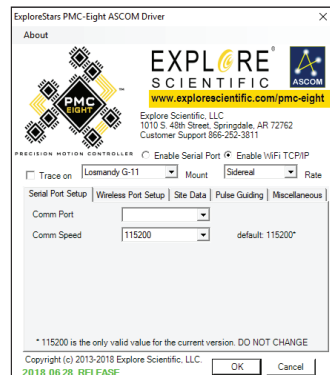

Fig. 2: PMC-Eight™ ASCOM Driver Configuration Fenster.
19. „Properties“ (Einstellungen) anklicken. Das PMC-Eight™ ASCOM Driver Configuration Fenster wird angezeigt. (Fig. 2)